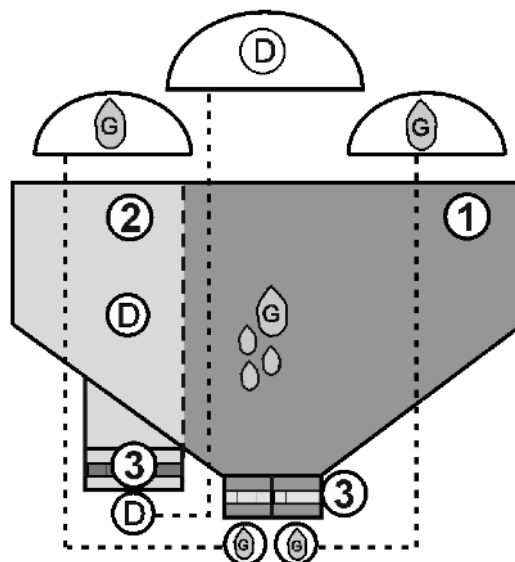

Fig. 25
- Den Dosierer (Fig. 25/3) mit einer Dosierwalze für Dünger ausrüsten.